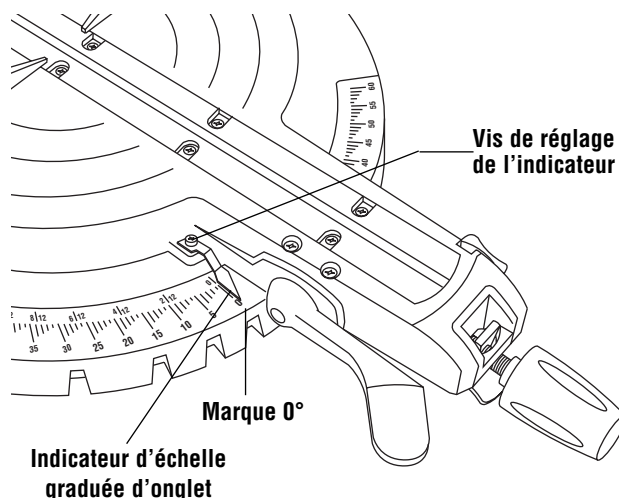

Figure 11. Réglage de l'échelle graduée d'onglet
3. Desserrez la vis à empreinte cruciforme qui tient l'indicateur en place (Figure 11).